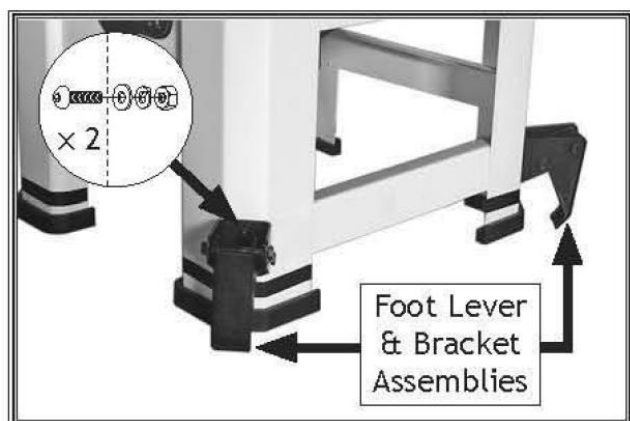

Рисунок 12. Установленные рычажные узлы.
1. Установите рычаг стоп и кронштейны (см. рис. 12) право на передние и задние ножки подставки, с предварительно установленной (2) M8-1,25 x 16 кнопка головкой Винты (2), 8 мм плоской шайбы (2), 8 мм замок был здесь, и (2) M8-1.25 шестигранные гайки.